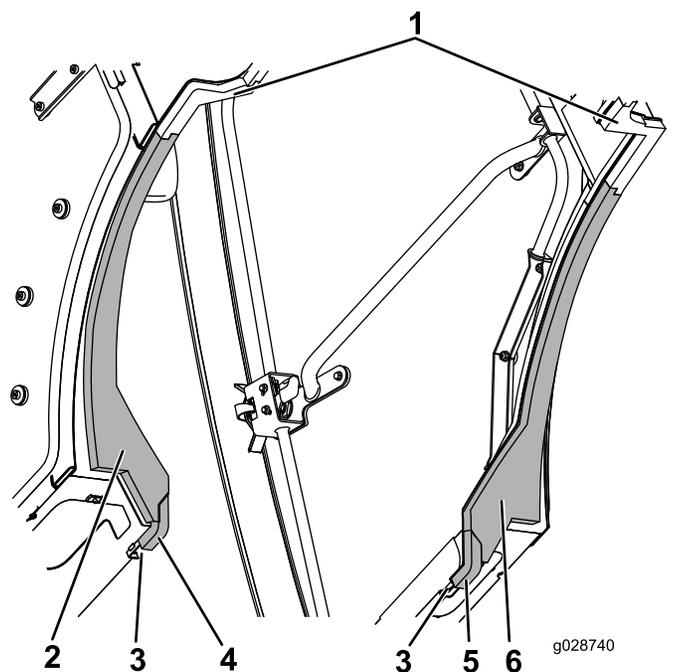

Figura 62
4. Allineate i bordi più interni delle guarnizioni del serbatoio sinistra e del serbatoio destra in schiuma sintetica con le guarnizioni centrale destra e sinistra in schiuma sintetica e interbloccate le linguette (Figura 62).
5. Premete il bordo anteriore delle guarnizioni laterale sinistra e destra in schiuma sintetica contro il canale e interbloccate il bordo posteriore angolato della guarnizione in schiuma sintetica con la guarnizione del serbatoio in schiuma sintetica (Figura 62).